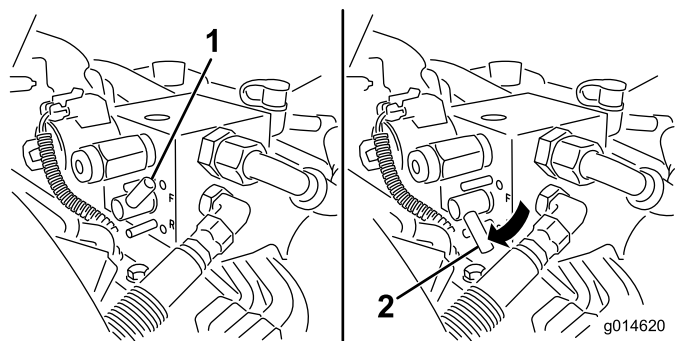

Bild 53
5. Drehen Sie den Läpphebel auf Rückwärts (R) (Bild 53).